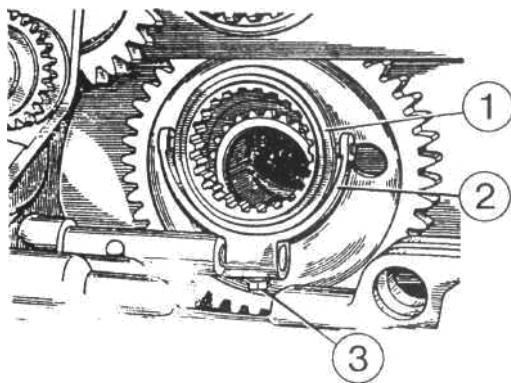
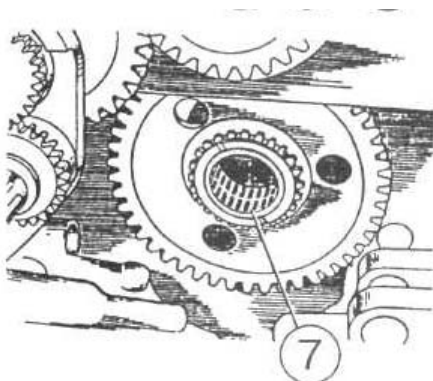

Рисунок 4.31
Рисунок 4.33
- л) снимите контрольную проволоку, выверните болт 3 (рисунок 4.31) крепления вилки 2;
- п) выньте вилку 2 (рисунок 4.31) и шестерню 7 (рисунок 4.33), I ступени редуктора.